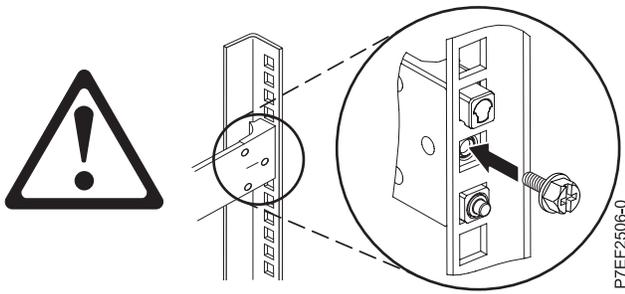

Abbildung 21. Schraube erneut einsetzen
4. Setzen Sie die Schraube erneut ein, die in Schritt 2 auf Seite 22 entfernt wurde, wie in Abb. 21 auf Seite 24 dargestellt.